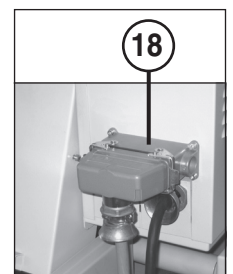

Fig. 4
6. Compensar las irregularidades del suelo con ayuda de los tornillos de compensación (20) (fig. 4).